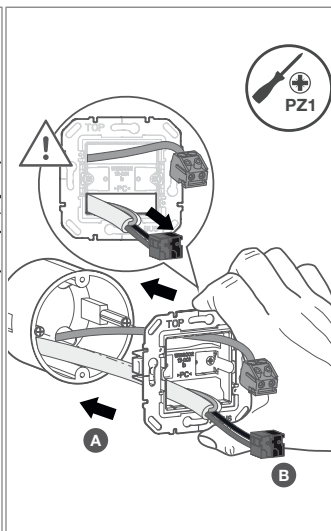
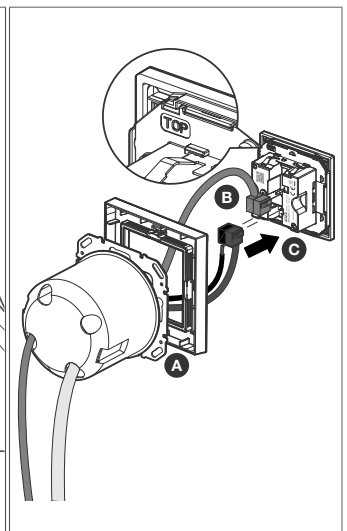

Bild 9: Optional: Anschlussleitung für ext. Temperaturfühler durchführen
Bild 10: Optional: Anschlussleitung für ext. Temperaturfühler anschließen
- Anschlussleitung für externen Temperaturfühler mit Anschlussklemme zusätzlich durch den Rahmen führen und auf der Rückseite des Gerätes anschließen. Dabei die Anschlussleitungen für den externen Temperaturfühler oberhalb des Mittelstegs durchführen (Bild 9/Bild 10).